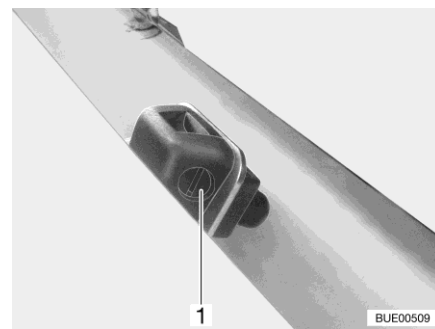

Bild 53 Spolarmunstycken (variant 2)
- Vrid ställskruven (Bild 53,1) med en lämplig skruvmejsel tills önskat läge nås.